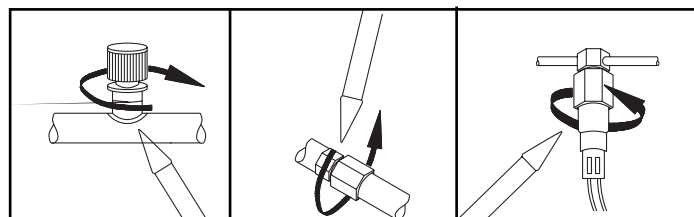

FIG 6
5. Dans chaque aire vérifiée, la sonde doit être promenée autour de l'endroit à une vitesse n'excédant pas plus de 25 à 50 mm/seconde (1-2 pouces/seconde), et à une distance ne dépassant pas 6,35 mm (1/4 de pouce) de la surface, tout autour de l'endroit. Des mouvements plus lents et plus rapprochés de la sonde augmentent fortement la probabilité de trouver une fuite (voyez fig. 6). Toute augmentation de fréquence du bip indique une fuite.